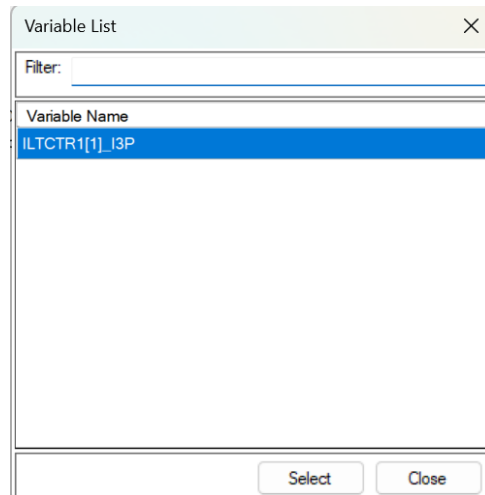

Imagen 214_ Variable ILTCTRI[1]_I3P que se conectará a la entrada del bloque I3P.
4.1.9 Nos abre la siguiente ventana donde vamos a seleccionar la opción de “ILTCTRI[1]_I3P” como se muestra en la **Imagen 214**.